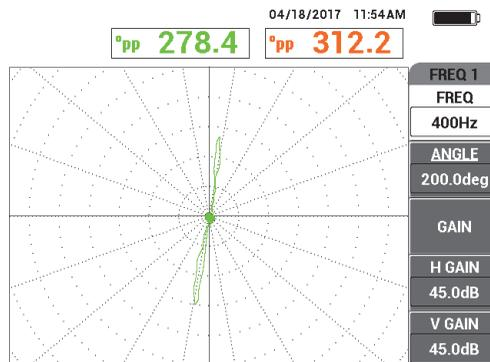

Figura 5-194 Escaneo de la perforación transversal de pared
3. Escanee lentamente el tubo hasta que el defecto transversal de pared aparezca; después, pulse la tecla FREEZE (❄) [vea la Figura 5-194 en la página 288].